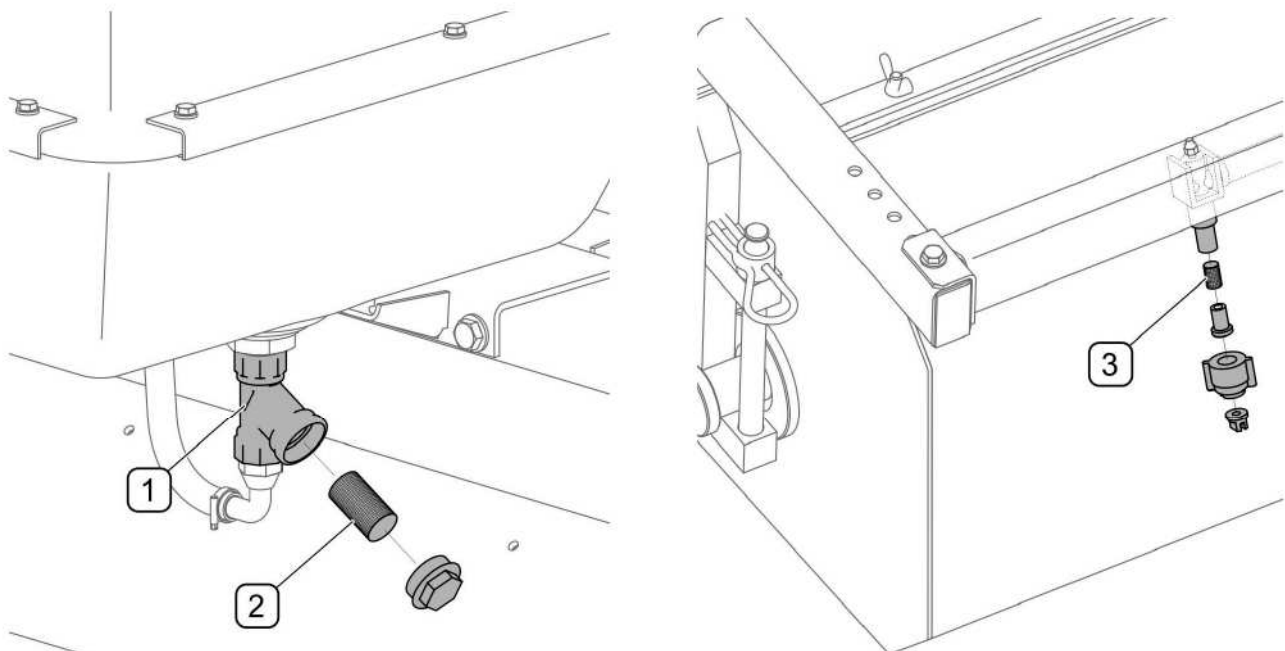

ABB. 5.10A WASSERFILTER IN DER SPRÜHVORRICHTUNG
Die Wartung der Sprühvorrichtung beruht auf der regelmäßigen Inspektion der Wasserinstallation und der Reinigung der (ABB. 5.10A) Wasserfilter (2) und (3).
(1) - Wasserfilter; (2) - Siebeinsatz des Wasserfilters; (3) - Siebfilter der Sprühvorrichtung
In der Sprühvorrichtung befinden sich zwei Wasserfilter (2), die unter dem Wasserbehälter angebracht sind, und mechanische Verunreinigungen herausfiltern sollen, sowie aus Siebfiltern (3) in jeder Sprühdüse (ABB. 5.10A). Um die Filter (2) zu reinigen, muss der Verschluss herausgeschraubt und der Siebeinsatz (2) herausgeschraubt werden. Anschließend müssen die Siebfilter mit einem Hochdruckreiniger oder mit Druckluft gereinigt werden. Nachdem die Einsätze wieder eingelegt und die Verschlüsse festgeschraubt wurden, müssen die Verbindungen auf Dichtigkeit geprüft werden. Um den Siebfilter (3) der Sprühdüsen zu reinigen, muss das Gehäuse geöffnet und anschließend der Filter ausgespült oder mit Druckluft durchgeblasen werden. Vor dem Wiedereinbau muss geprüft werden, ob die Düsen verstopft sind.